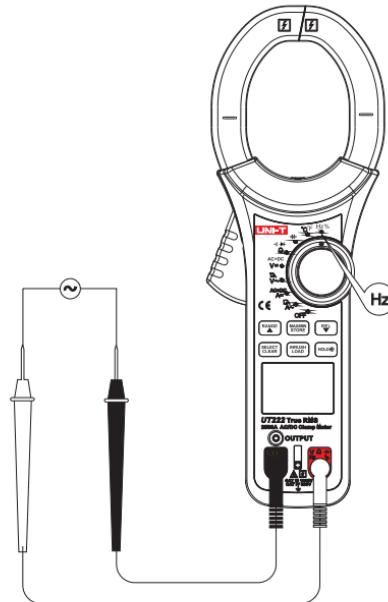

图10
7. 频率/占空比测量（见图10）
- 电流测量功能必须在0℃~40℃之间操作，在直流电流测量时，如果读数为正值，则电流的方向为由上到下(见图10：面板为上，底盖为下)。按住扳机不要突然松开，霍尔元件是一种敏感器件，除了对磁敏感外，对热、机械应力均有不同程度的敏感，撞击会短时间引起读数变化。
- 电流测量功能必须在0°C~40°C之间操作，在直流电流测量时，如果读数为正值，则电流的方向为由上到下(见图10：面板为上，底盖为下)。按住扳机不要突然松开，霍尔元件是一种敏感器件，除了对磁敏感外，对热、机械应力均有不同程度的敏感，撞击会短时间引起读数变化。
- 电流测量功能必须在0°C~40°C之间操作，在直流电流测量时，如果读数为正值，则电流的方向为由上到下(见图10：面板为上，底盖为下)。按住板机不要突然松开，霍尔元件是一种敏感器件，除了对磁敏感外，对热、机械应力均有不同程度的敏感，撞击会短时间引起读数变化。